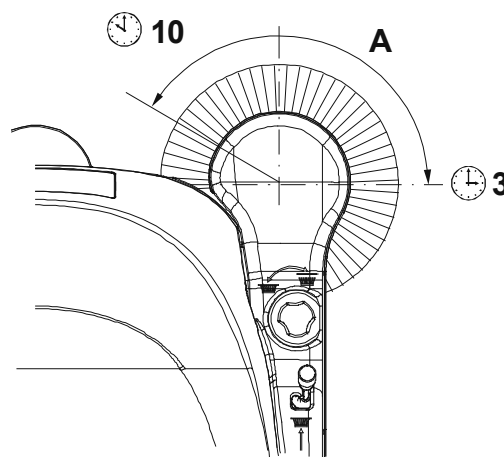

Рисунок 1
- Выключите боковую щетку, нажав переключатель (1), затем поднимите ее и переместите машину.
- Убедитесь, что отпечаток боковой щетки соответствует рисунку (А, Рис. 1): боковая щетка должна касаться пола вдоль кольцевой арки в диапазоне положения от «10 часов» до «3 часов».
2. Поверните ручку (13) по часовой стрелке и против часовой стрелке для регулирования высоты щетки.